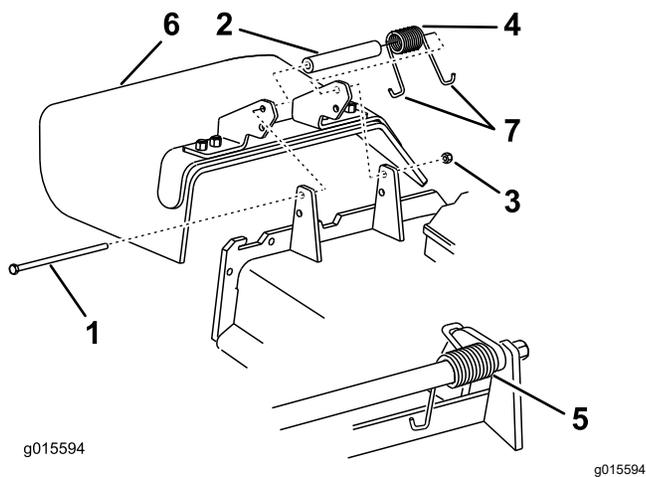

Figure 115
1. Retirez le contre-écrou, le boulon, le ressort et l'entretoise qui fixent le déflecteur aux supports de pivot (Figure 115).
2. Enlevez le déflecteur s'il est endommagé ou usé (Figure 115).
**Remarque:** Prenez soin de placer 1 extrémité en **J** du ressort derrière le bord du tablier avant de mettre le boulon en place, comme montré à la Figure 115.
6. Accrochez l'extrémité en **J** du ressort au déflecteur d'herbe (Figure 115).